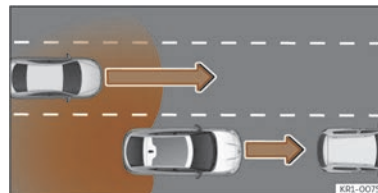

Abb. 153 Überholen mit Verkehr im hinteren Bereich.
- Bei einer Überholung durch ein anderes Fahrzeug >>> (Abb. 153).